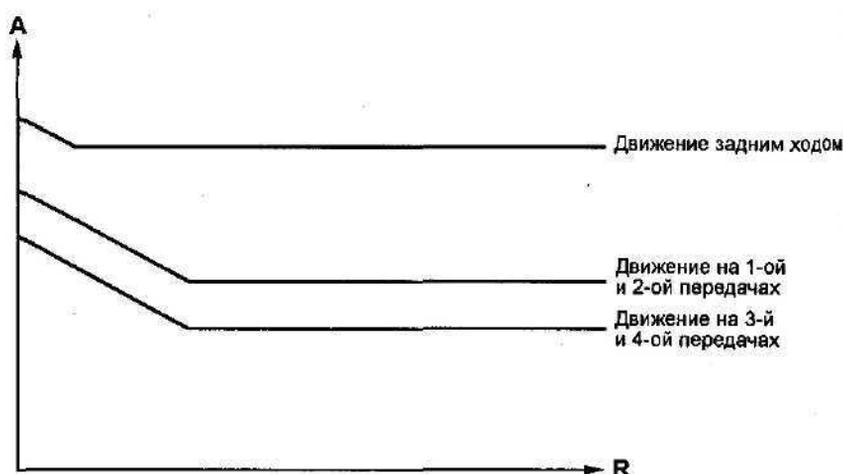

Рис. 7. Зависимость рабочего давления (А) от давления модулятора (R).
В кольцевые канавки (l) и (m) клапана (26) подается рабочее давление. Поэтому рабочее давление на этих передачах меньше рабочего давления на передаче заднего хода (рис. 7). Это давление в зависимости от размера трансформатора возрастает в нижней части скоростной характеристики.
По сравнению с 1-ой и 2-ой передачами в этом случае в кольцевую канавку (g) клапана (26) дополнительно подается рабочее давление. Появление давления в этой кольцевой канавке приводит к снижению рабочего давления (рис. 7).
Система формирования давлений (S1) и (S2) состоит из следующих элементов (рис. 7 цв.):